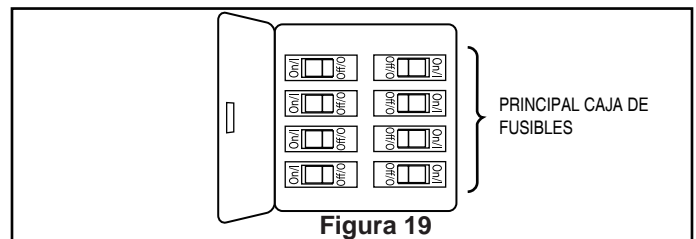

Figura 19
1. Vuelva a conectar la corriente eléctrica en la caja de distribución eléctrica mediante la conexión de la electricidad en la caja de fusibles principal. (Figura 19)